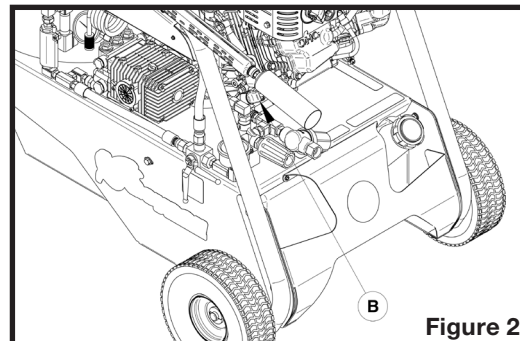

Figure 2
5. Dévisser le bouchon de remplissage/jauge (B sur la figure 2).